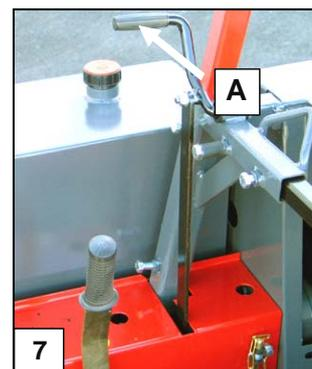

Abb. 7. Abstellschalter der TR-Maschine
#### 3.3 Abstellschalter der traktorbetriebenen Maschine, Abb. 7
- Die Maschine sofort anhalten. Maschinen mit Strom- oder Verbrennungsmotorantrieb müssen mit der Not-Aus-Taste gestoppt werden und Maschinen mit Traktorantrieb durch Herausziehen von Kupplung A, Abbildung 7. Schalten Sie auch die Zapfwelle aus.